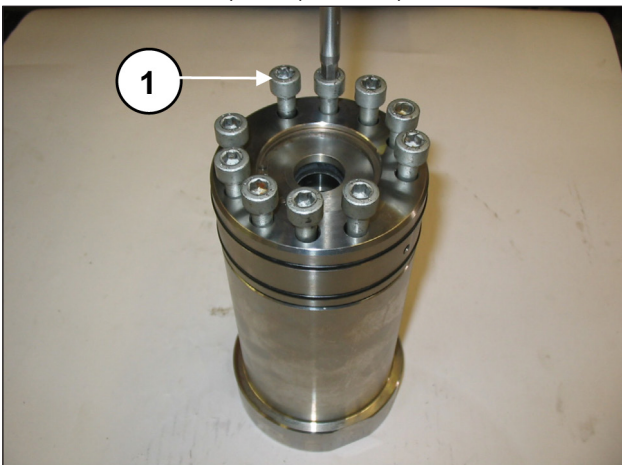
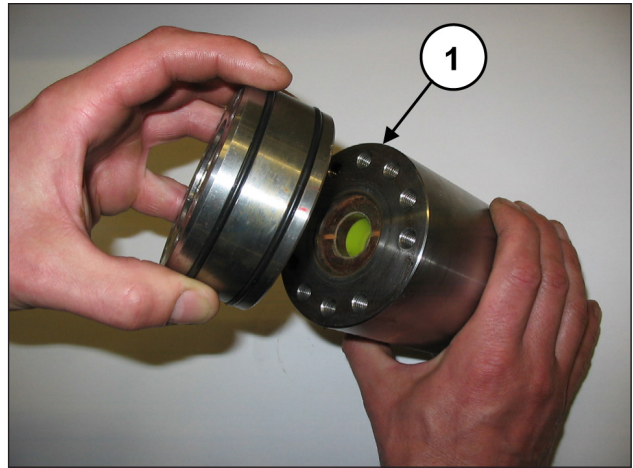

Abb. 124
Abb. 125
Lösen Sie die Befestigungsschrauben M8x50 des Halters an der Buchse (Pos. ①, Abb. 124) und trennen Sie dann den Halter von der Buchse (Pos. ①, Abb. 125).